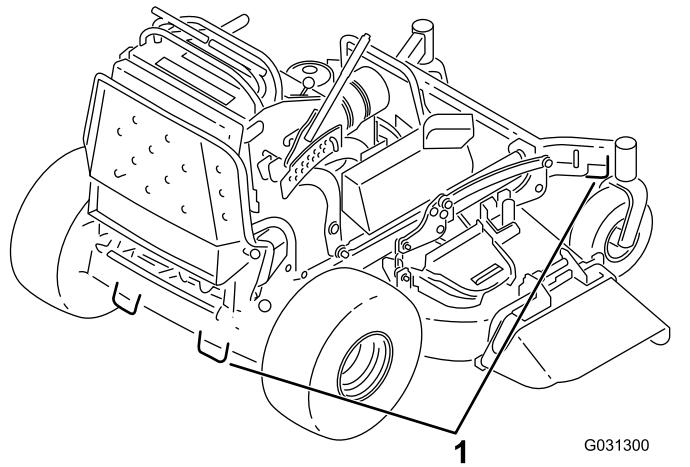

Figura 32
7. Prenda a máquina perto das rodas giratórias frontais e pára-choques traseiro com correias, correntes, cabos ou cordas (Figura 32). Consulte as diretrizes locais relativas a requisitos de dispositivos de fixação.